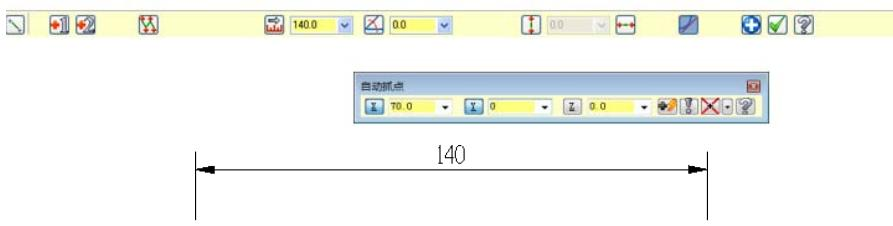

图 12-4 创建水平中心线
- 02 创建水平中心线。在“基本绘图”工具栏中单击“绘制任意直线”按钮 ，在“自动抓点”工具栏中“X、Y、Z”坐标输入框依次输入水平中心线的起始、终止坐标为 (-70, 0, 0)、(70, 0, 0) 并按回车键，再单击“直线”工具栏中的“应用”按钮 ，创建水平中心线，如图 12-4 所示。